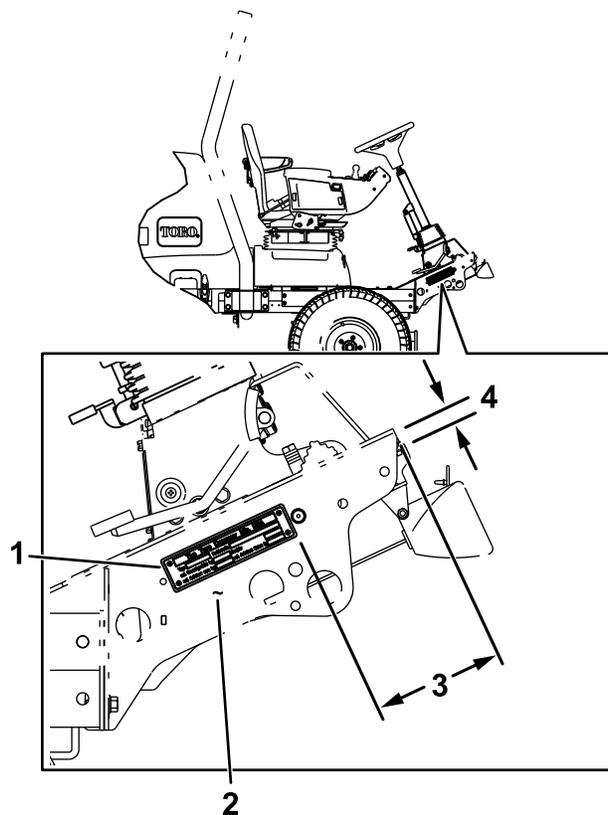

**Figura 24**
1. Applicare un segnale su entrambi i lati della macchina (Figura 24).
2. Utilizzate un bullone a U e 2 dadi flangiati ( $\frac{3}{8}$ " per fissare la piastra di velocità sul lato sinistro del roll bar (Figura 24).
3. Applicate un segno sulla piastra di velocità (Figura 24).